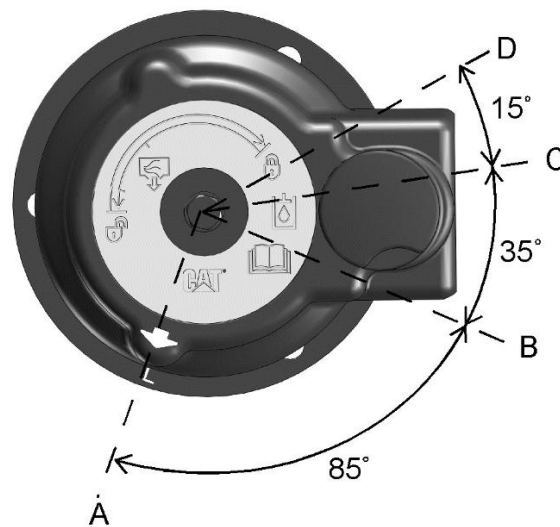

Рисунок 1
**Примечание:** Сбросьте давление, оставшееся в обратном контуре гидросистемы, выполнив следующие действия. Положения крышки наливной горловины см. на рис. 1 .